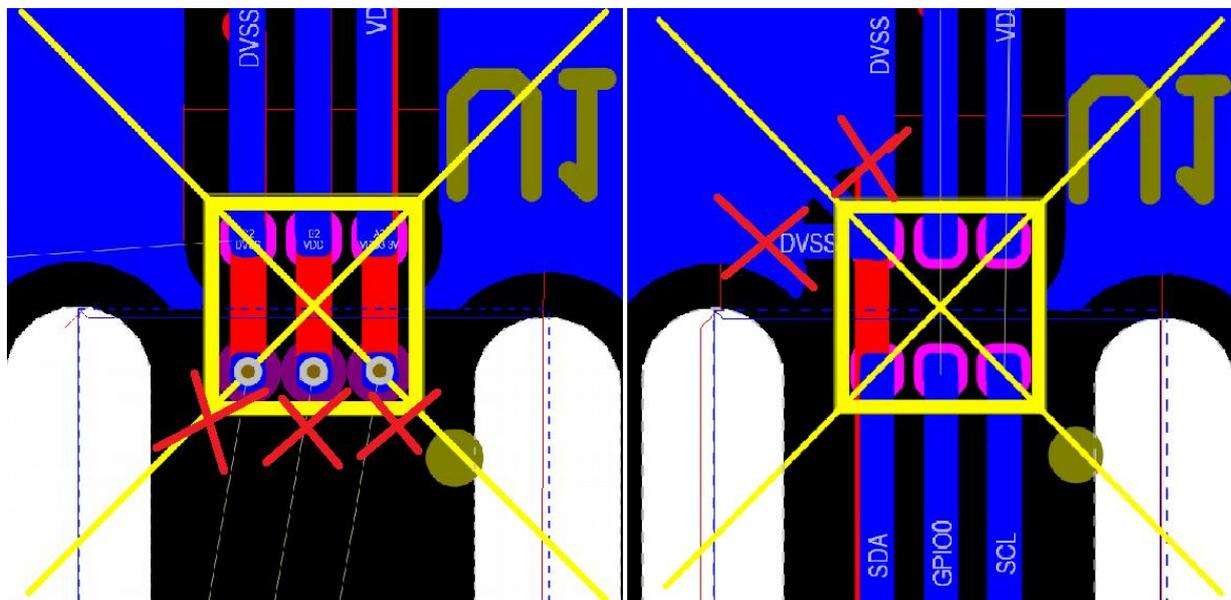

图 5-b LAYOUT 错误示意
- 禁止在 ZSFS1001 焊球正下方使用过孔，焊球对外接线均使用单线，禁止铺地多线连接。(图 5-b)